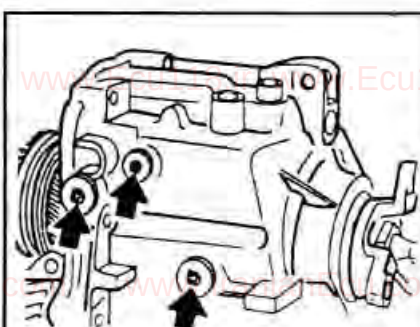

Рис. 5-11. Стрелками показаны оси вилок переключения передач с левой стороны задней крышки
- Вывернуть оси вилки переключения передач с левой стороны задней крышки (рис. 5-11).